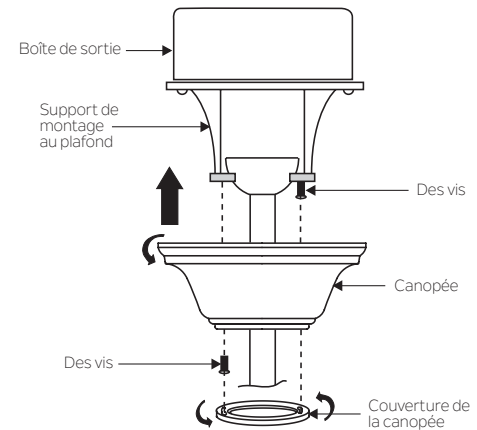

Fig. 13
**Étape 2.** Faites glisser le baldaquin vers le haut sur le support de montage et placez l'une des fentes du trou de serrure sur la vis de montage du support de montage. Faites pivoter le baldaquin jusqu'à ce que la tête de la vis se verrouille en place dans la section étroite du trou de la clé. Voir la figure 13.
**REMARQUE:** Ajustez les vis du capot si nécessaire jusqu'à ce que le capot et son capot soient bien ajustés. (Fig. 13)